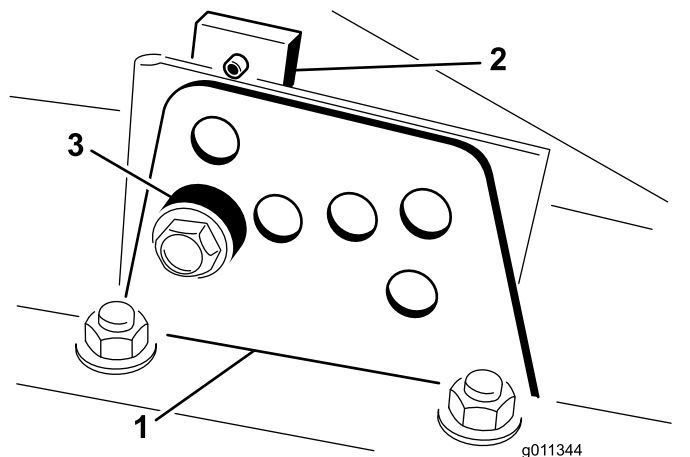

Figura 17
2. Afloje el perno que sujeta cada soporte de altura de corte a la pletina de altura de corte (delante y en cada lado) (Figura 17).
4. Sujetando la cámara, retire el espaciador (Figura 17)